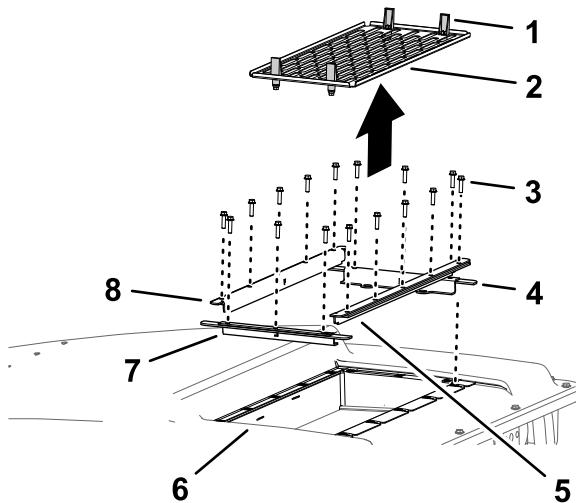

Figure 26
- Ouvrez les 4 verrous qui fixent la grille au toit de la cabine et déposez la grille (Figure 26).
- Retirez les 16 vis à embase (1/4 x 1 po) qui fixent les joints avant, gauche, droit et arrière au toit et au pavillon intérieur de la cabine (Figure 26).